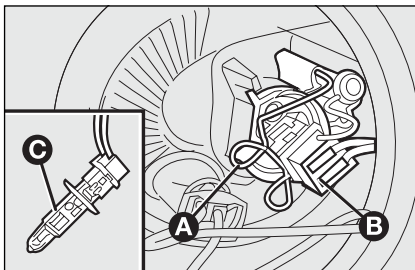

fig. 22
- haak de borgveer van de lamp **A-fig. 22** los;